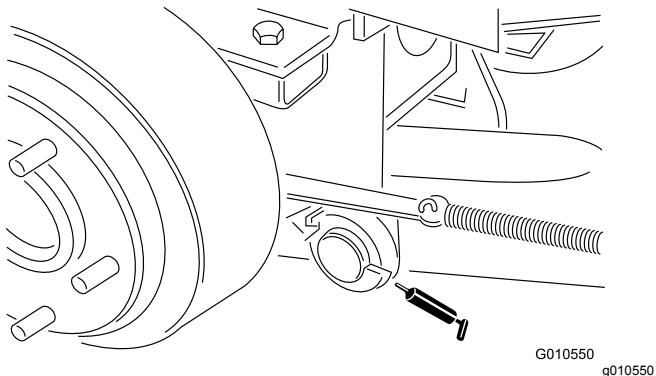

Figure 16
- Axes de pivot des bras de levage gauche et droit (Figure 16)